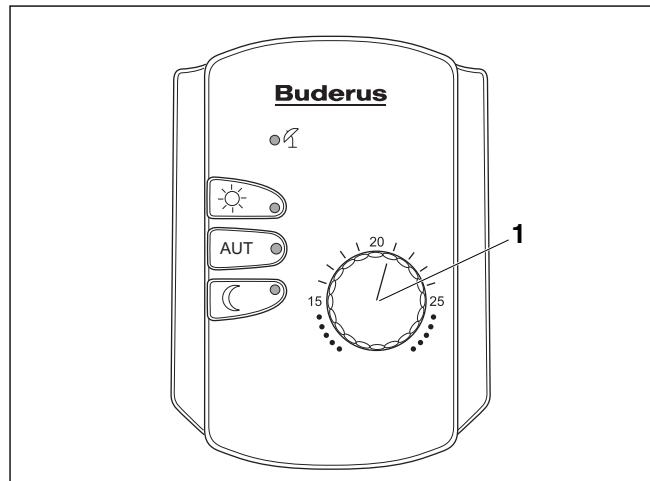

Рис. 11 Дистанционное управление
- Выставите ручкой управления (рис. 11, поз. 1) нужную комнатную температуру, например, 21 °C.